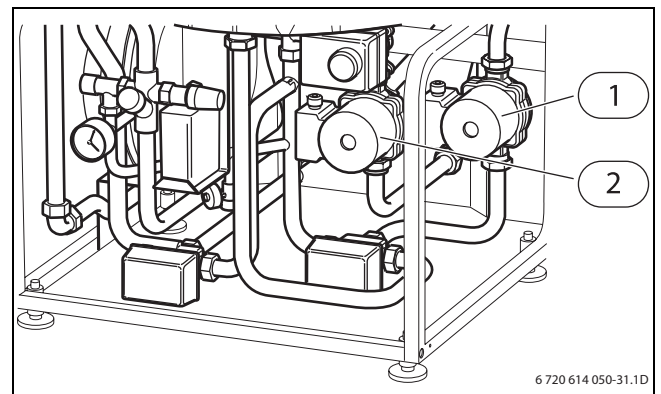

Bild 83 Elpannans kopplingsutrymme
- ▶ Kontrollera att värmebärarpumpen inte har stannat (→ Bild 83).
- ▶ Kontrollera att värmebärarpumpen inte har stannat (→ Bild 83, [1], Sida 55).